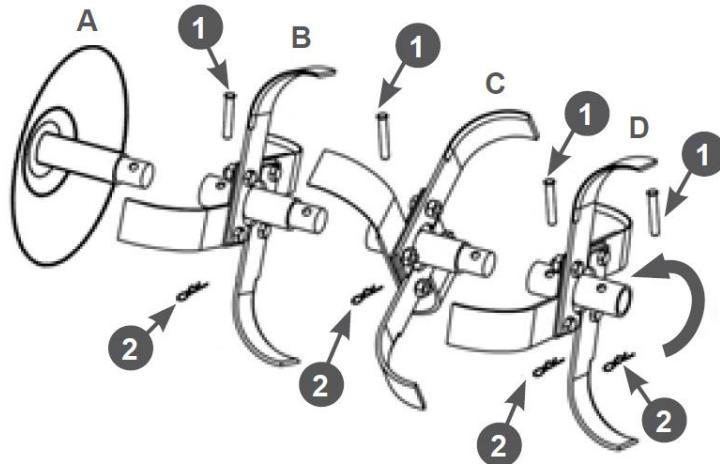

Рис. 2 Установка фрез
2. Установите фрезы на выходной вал редуктора, закрепите их пальцами поз.1 и шплинтами поз. 2 (Рис. 2).
Для примера на Рис. 2 показана установка левых фрез.
После установки крайней внешней фрезы (например, **В**) установите диск защиты растений **А** и закрепите его пальцем поз.1 и шплинтом поз. 2 (Рис. 2).